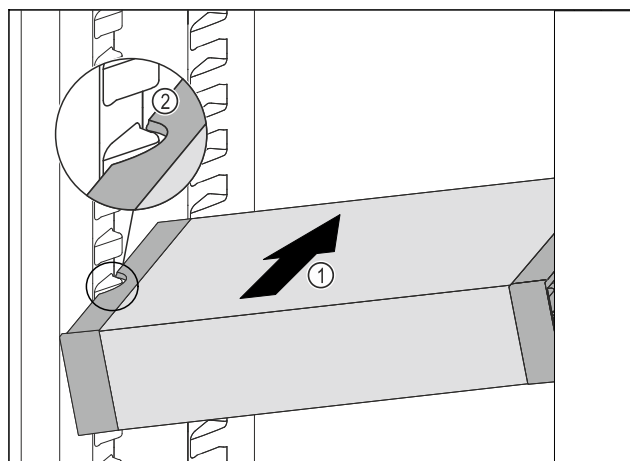

Fig. 95
- A VarioSafe fiókot ferdén tolja be a hűtőrészbe Fig. 95 (1) annyira, hogy a VarioSafe oldalsó kivágásai Fig. 95 (2) a hűtőrészben a tartóborða magasságában legyenek.